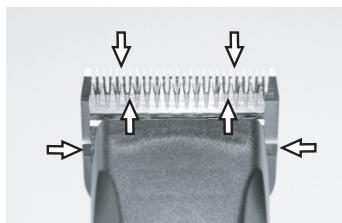

Fig. 24
For at opnå gode klipperesultater og forlænge klipperens holdbarhed er det nødvendigt at påføre et tyndt olielag mellem det øverste og nederste blad (fig. 24).
- Smør bladene tilstrækkeligt under klipningen (mindst hvert 15. minut), så de ikke bliver tørre (fig. 24).
Bladene skal smøre før, under og efter hver anvendelse. Når bladene på skærehovedet efterlader striber, betyder det, at de skal smøres igen. Påfør nogle få oliedråber foran og lateralt på klippebladene (se pile i fig. 24). Tør overskydende olie væk med en blød, tør klud. Smøringssprays sørger ikke for tilstrækkelig smøring, men har en kølende effekt på bladene. Udskift øjeblikkeligt beskadigede eller kærvede blad for at undgå skader.